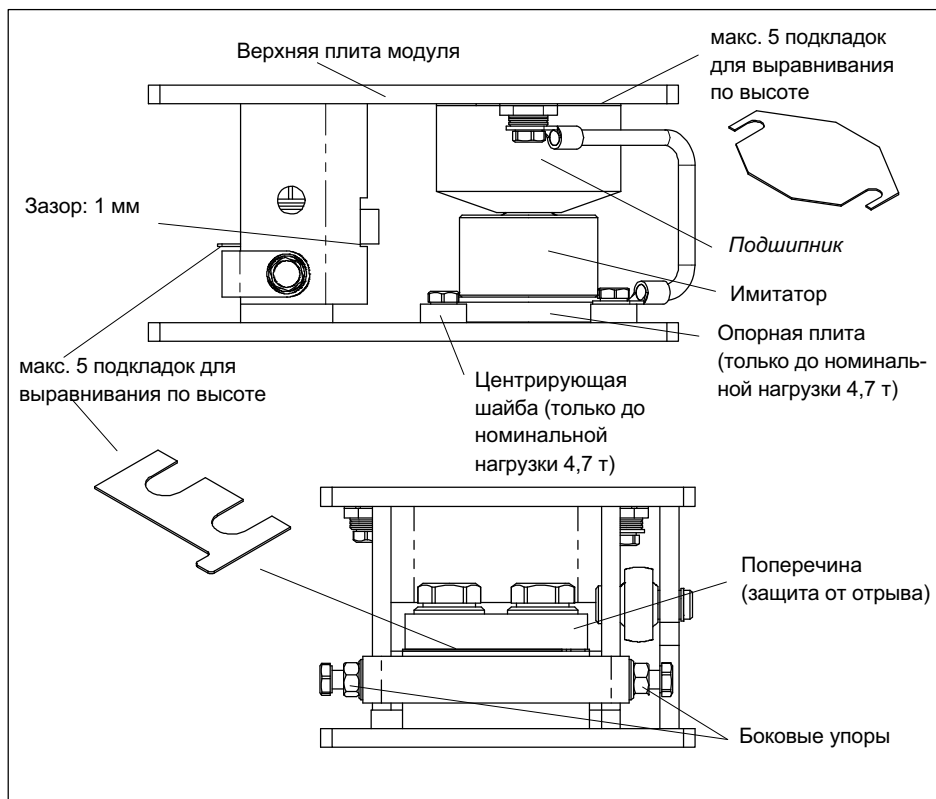

Рис. 4.1 Монтаж выравнивающих подкладок в модификации на 4,7 т
Монтаж весовых тензодатчиков до номинальной нагрузки 4,7 т (см. Рис. 4.1)
- Выполнить монтаж и юстировку защиты от отрыва, подложив подкладки так, чтобы образовался зазор прикл. 1 мм (см. Рис. 4.1) при пустом резервуаре.